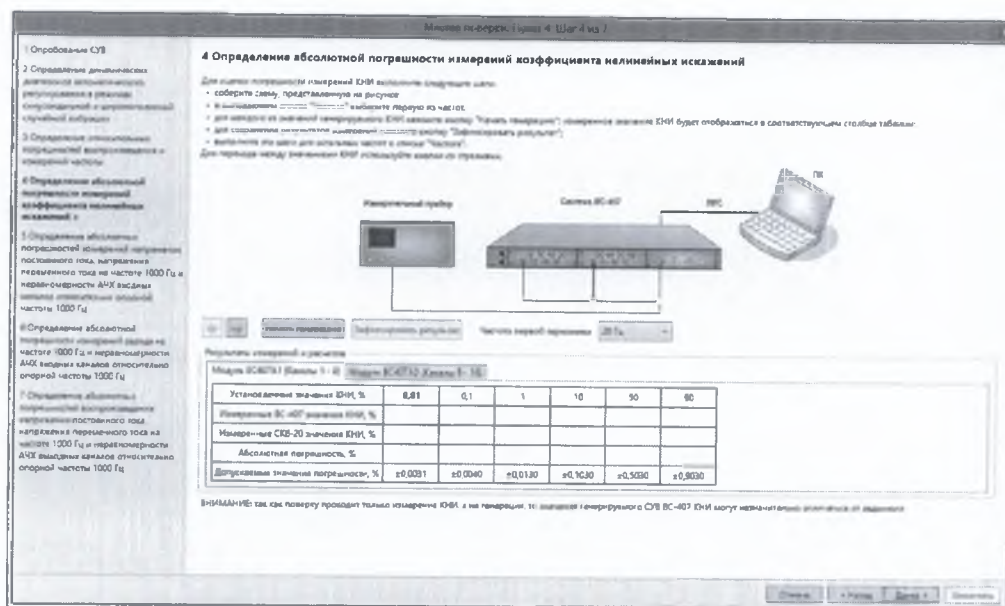

Рисунок 7.2.12
7.2.4.1 Для определения абсолютной погрешности измерений коэффициента нелинейных искажений СУВ собрать схему, изображенную в окне мастера поверки (рисунок 7.2.12). Калибратор-измеритель нелинейных искажений СК6-20 перевести в режим измерений КНИ.